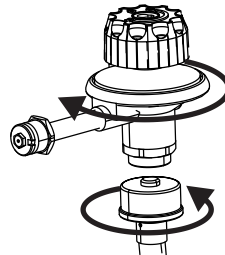

Abbildung 2a – X200™
- 3.0 Das kleine Messinggewinde an dem Adapter-Schlauch an den Regler schrauben. Achten Sie darauf, die Gewinde nicht quer zu schrauben. Die Gewinde nicht mit Gewalt zusammenschrauben. Keine Werkzeuge benutzen, um die Verbindung zu straffen. **Abbildung 2a oder 2b.**